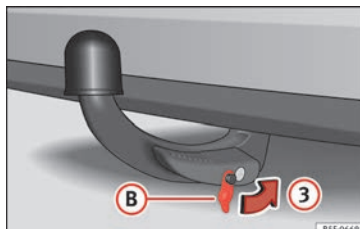

Fig. 231 Colocar la tapa sobre la cerradura
- Coloque la tapa **B** en la cerradura en el sentido de la flecha **3** » **fig. 231** » **!**.